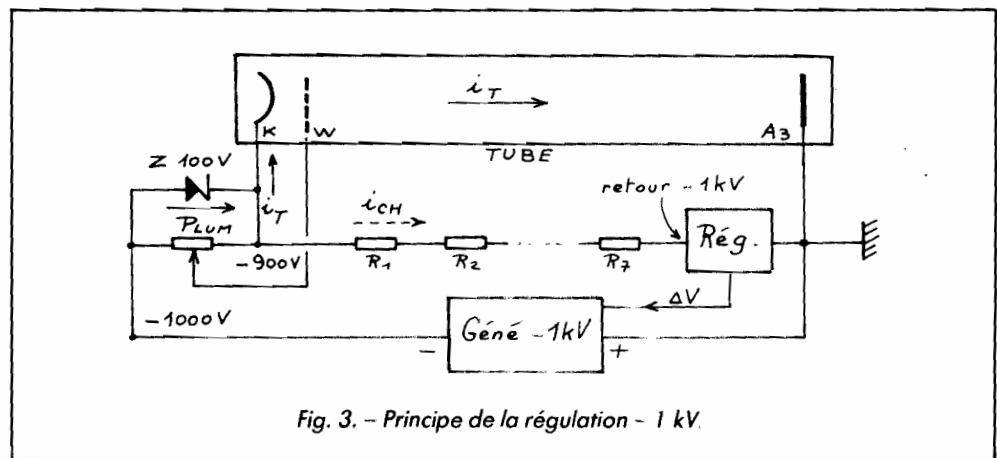

Fig. 3. - Principe de la régulation -1 kV.
- Le retour - 1 kV, semble troubler quelques réalisateurs. Nous pensons que la figure 3 du présent article doit les éclairer : le - 1 kV sortant du convertisseur, arrive sur la zener de 94 V, la traverse et « retourne » à la masse à travers la chaîne des résistances de 680 kΩ, la dernière de celles-ci étant reliée à la traversée isolante 13 du convertisseur, traversée elle-même reliée à R₁₇, avec mise à la masse finale à travers T₄ et R₁ de ce module. Le cadre « Rég. » de la figure 3 de cet article représente ainsi les
Notons l'importance capitale de la zener ci-dessus (voir fig. 3). Supposons tout d'abord cette zener absente : compte tenu des valeurs de la chaîne, la tension entre les points A et B s'établit à : $1\ 000 \times 720 / (3\ 820 + 720) \approx 158$ V